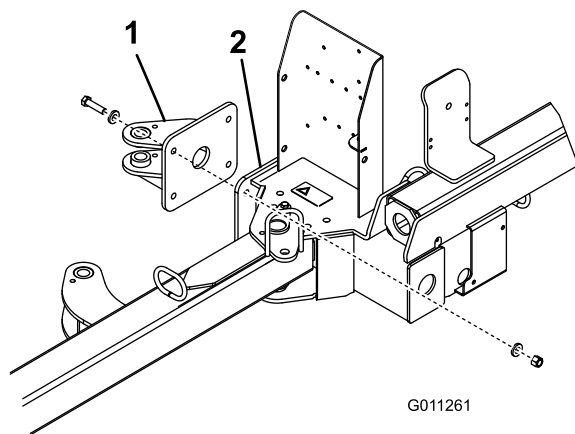

图 5
1. 用 4 个螺栓 $\frac{1}{2} \times 2$ 英寸、8 个扁平垫圈 0.531 x 0.063 和 4 个锁紧螺母 $\frac{1}{2}$ 英寸 将后提升器凸耳固定到清扫车机架上。如 图 5 所示固定各组件的位置。